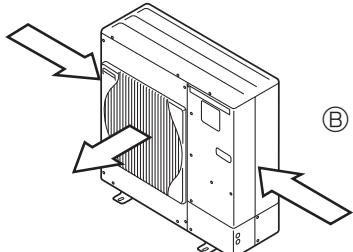

Fig. 2-4
- ③ По возможности разместите прибор так, чтобы воздух из выходного отверстия выдувался в направлении, перпендикулярном к сезонному направлению ветра. (Fig. 2-4)